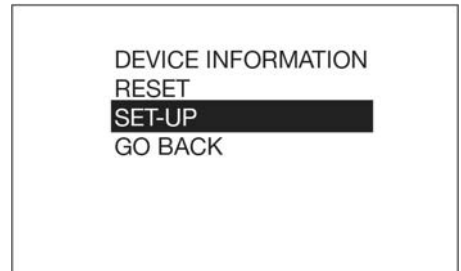

FIG. 13
2. Utiliser la touche fléchée HAUT ou BAS du clavier pour mettre le menu SET-UP (Configuration) en surbrillance (FIG. 13) puis appuyez sur la touche ENTRÉE sur le clavier pour sélectionner le menu SET-UP (Configuration).